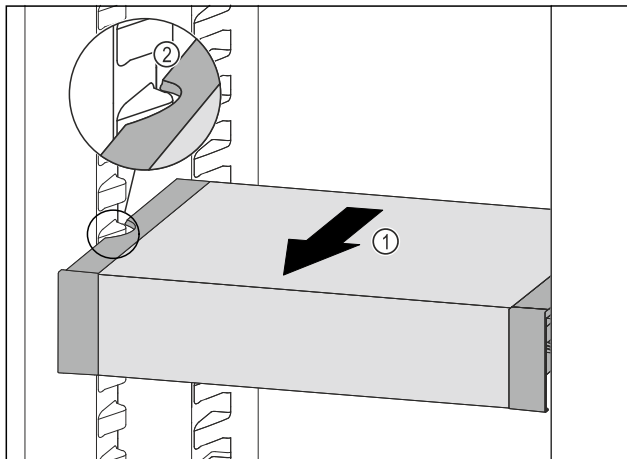

Fig. 102
- ▶ Tire del VarioSafe hacia delante Fig. 102 (1) hasta que los huecos laterales del VarioSafe se encuentren a la altura de la nervadura del recipiente en el compartimento del frigorífico. Fig. 102 (2)